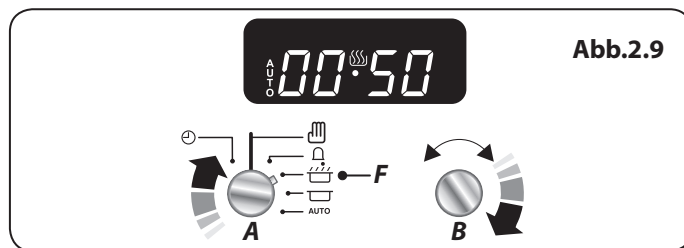

Abb.2.9
1. Stellen Sie den Timer-Knopf (A) auf Garzeit-Einstellung (F). Drehen Sie den Einstellknopf (B) nach rechts, um die gewünschte Garzeit einzustellen (**Abb.2.9**).